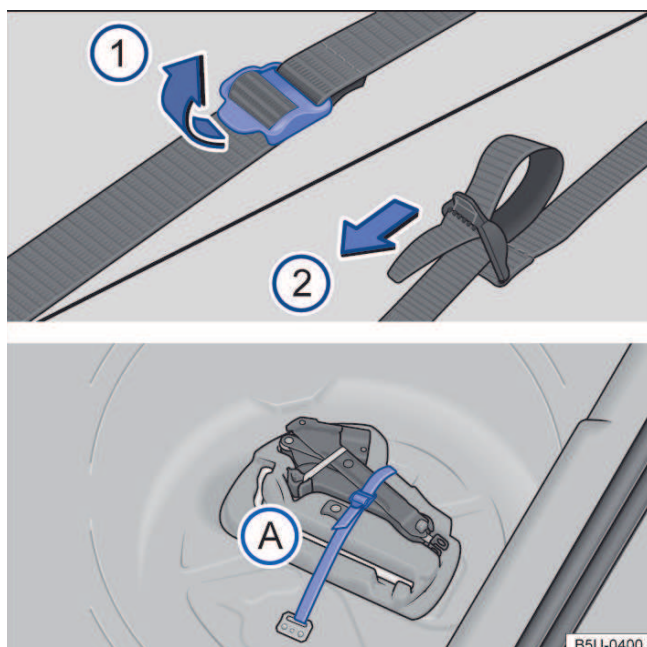

Fig. 125 No compartimento de bagagem: cinta de fixação da caixa de ferramentas e caixa de ferramentas de bordo.
Para soltar a cinta de fixação → Fig. 125 (A), puxar a fivela no sentido da seta ①.